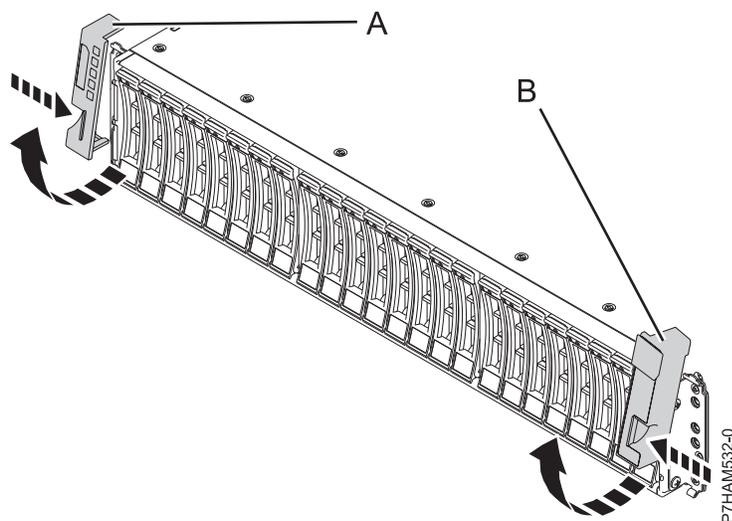

Figure 1. Retrait des capots latéraux
3. A l'avant de l'armoire, retirez le capot latéral gauche (**A**) et le capot latéral droit (**B**) de manière à voir les crochets de montage. Pincez le taquet de déverrouillage pour faire pivoter le capot vers le haut et l'extraire de la bride du boîtier, comme illustré dans la figure 1.